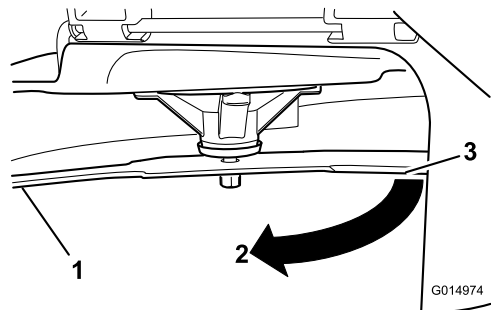

Figura 116
4. Rode a mesma lâmina 180 graus para que a extremidade de corte oposta fique na mesma posição (Figura 116).